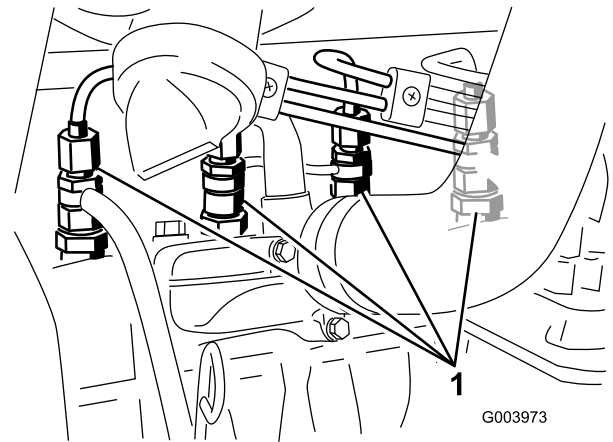

Figure 36
- Desserrez le raccord entre l'injecteur n° 1 et le porte-injecteurs (Figure 36).